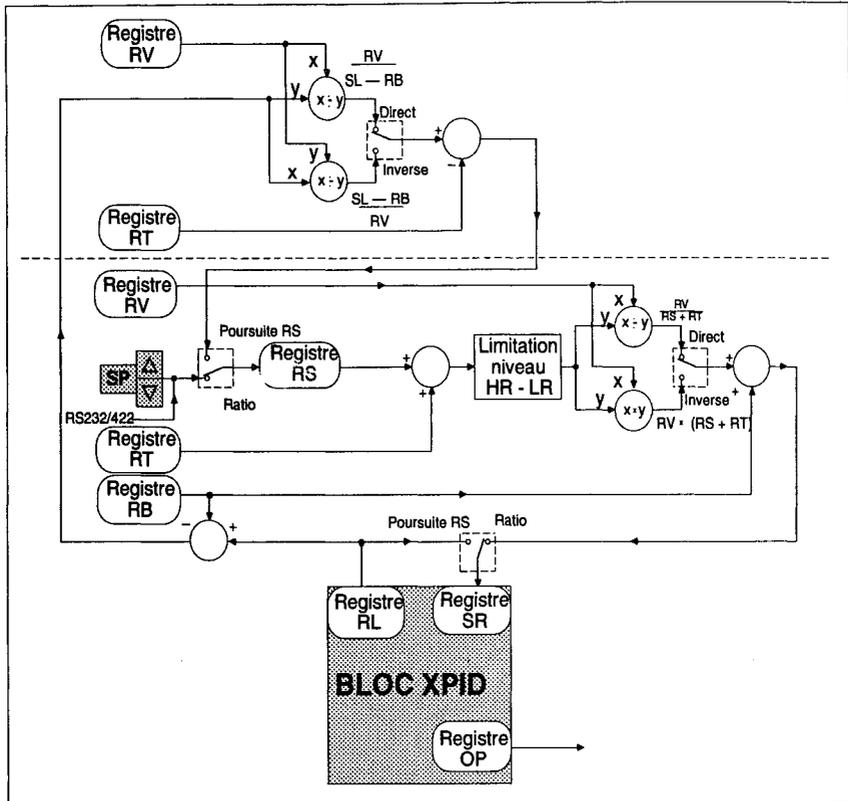

Figure 4.30 Schéma bloc RPID
Voir la figure 4.30. Le bloc de régulation Ratio RPID est en fait un bloc de régulation XPID adapté pour effectuer une *régulation Ratio* sur une variable procédé secondaire (RV). Dans la régulation RATIO, le point de consigne SR est essentiellement une *proportion* directe ou inverse d'une entrée de mesure secondaire RV. La constante de proportionnalité est le paramètre de consigne ratio RS (réglé par RT) et peut être réglée par la face-avant, le schéma de
La partie supérieure du schéma de la figure 4.30 (au-dessus de la ligne pointillée) est inactive en mode **RATIO**.
Consigne Ratio, RS. Lorsque PR est désélectionné (bit 10 RA à l'état bas), RS reste constant. En mode POURSUITE (bit 10 à l'état haut), RS est dérivé du paramètre de point de consigne local SL, qui est reconnecté à la partie supérieure active du schéma (Figure 4.30). RS est « recalculé » à partir de SL et sauvegardé dans le registre RS, qui est mis à jour continuellement, mais *non traité plus avant*. (Dans ce mode, SR poursuit SL est donc indépendant de RS).